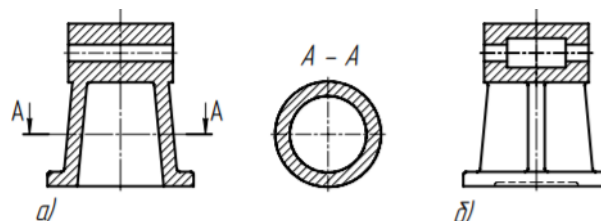

Рисунок 3.1
35. Виконано два варіанти конструкції вихідної заготовки, отриманих литтям, для виготовлення корпусу опори (рис. 3.1, а, б). Потрібно встановити, який з варіантів має більш технологічне конструктивне оформлення вихідної заготовки.